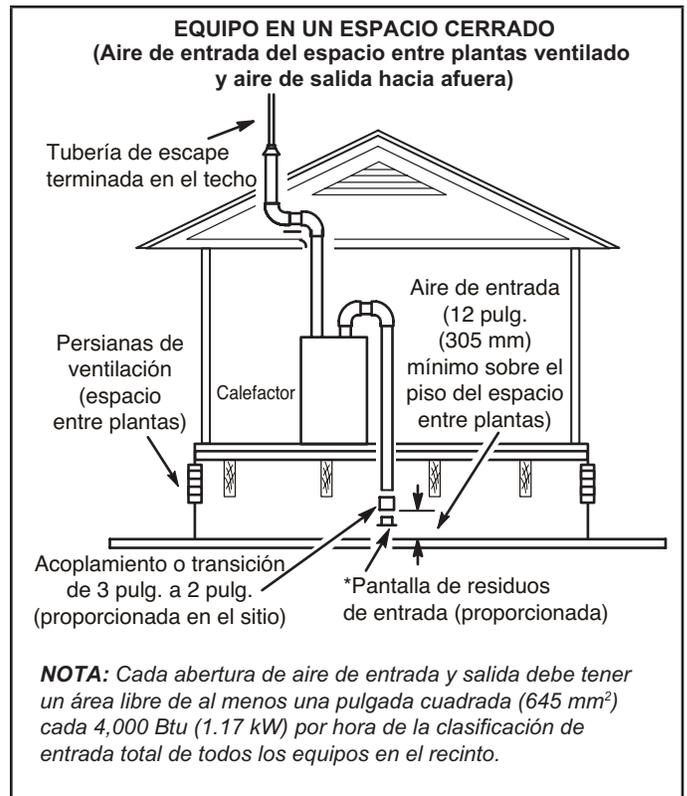

FIGURA 31
- 2 - Si el aire de entrada se toma de un espacio entre plantas ventilado (FIGURA 31) o de un ático ventilado (FIGURA 32), el largo de la ventilación de escape no debe exceder los valores listados en la TABLA 8. Si se utiliza una tubería de 3" de diámetro, redúzcala a una tubería de 2" de diámetro para acomodar la pantalla de residuos.